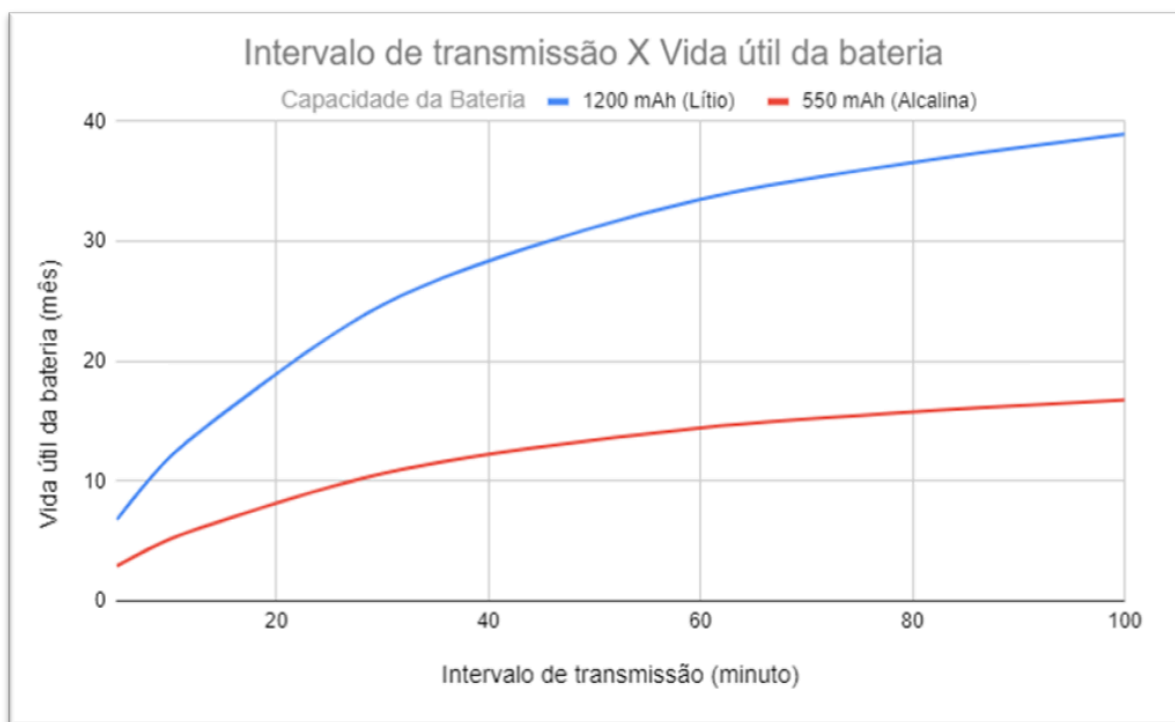

Figura 1 - Vida útil da bateria em relação ao intervalo da transmissão e a capacidade da bateria.
O gráfico da Figura 1 mostra a vida útil da bateria em relação à taxa de transmissão. A taxa de transmissão pode ser configurada via MQTT ou por Acess Point (AP). O uso prolongado do modo AP irá gerar um maior consumo de bateria, reduzindo a vida útil estimada.
Para iniciar o acesso é necessário ativar o modo AP (*Access Point*). Essa ativação é feita por botão (Figura 1), com dois apertos, da seguinte forma: